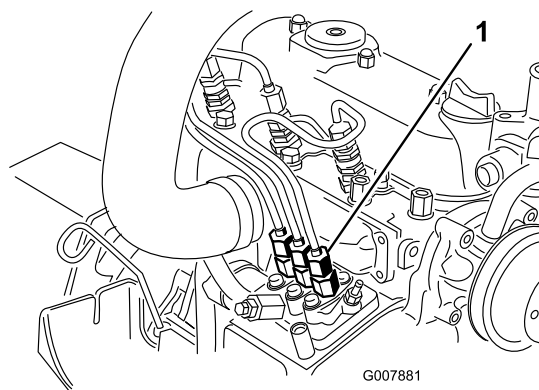

図 37
1. 燃料噴射ポンプから No.1インジェクタノズル 図 37 へのパイプ接続部の下にウェスを当て、パイプの接続をゆるめる。